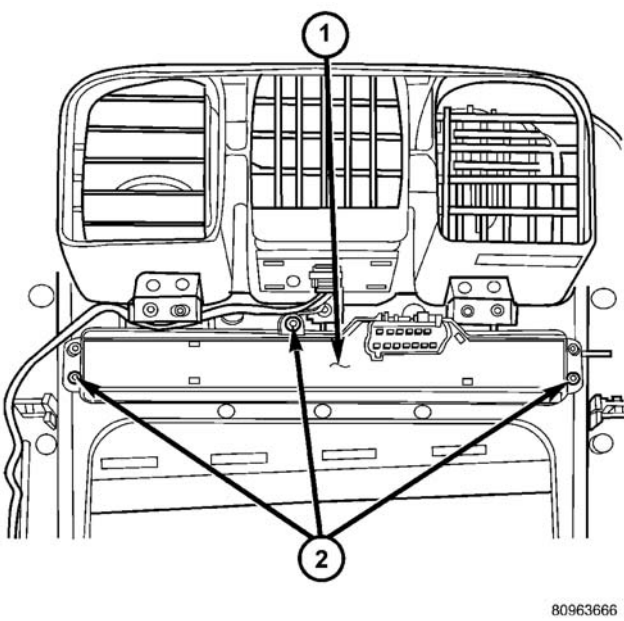

图 8 开关固定螺钉
- （3）卸下将电热式座椅开关固定到仪表板中央仪表框的 3 个螺钉（图 8）。
（2）安装并拧紧将电热式座椅开关固定到仪表板中央仪表框背面的 3 个螺钉。螺钉的拧紧力矩为 1.5N.m（13in.lbs.）（图 8）。